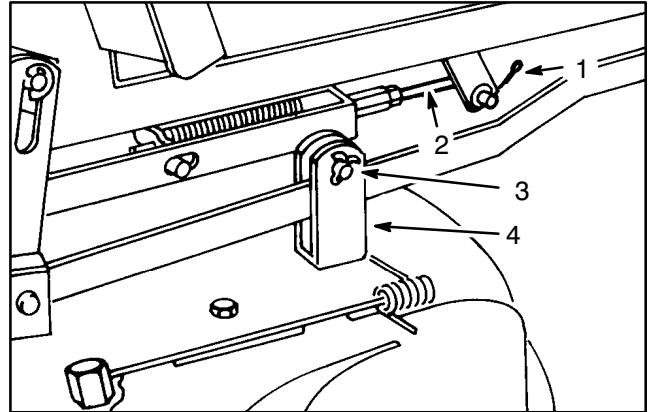

Figure 24
3. Déposer la goupille de la tige de réglage et la retirer du bras du tube pivot (Fig. 24).
2. Déposer la goupille de la tige de réglage (Fig. 24).